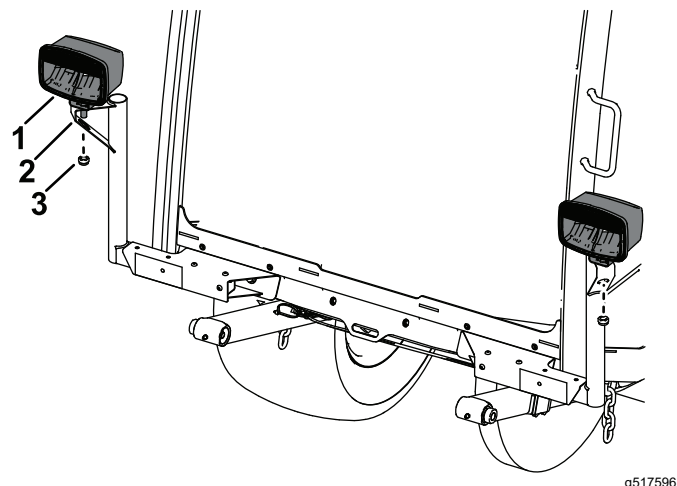

Figura 16
3. Fissate il gruppo del faro sinistro e di quello destro sul supporto del faro sinistro e destro con il dado esagonale dei gruppi faro (Figura 16).